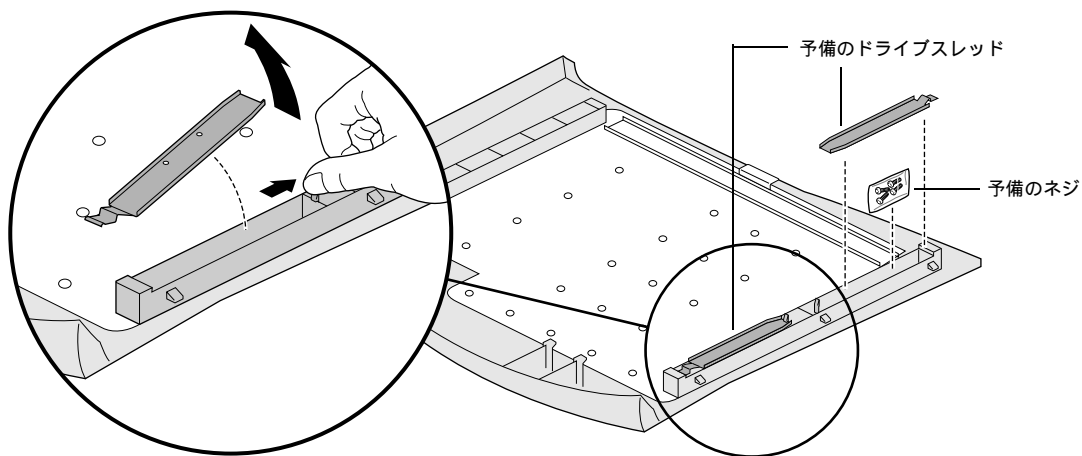

図 4-2 サイドパネルからのスレッドの取り外し
- ドライブを交換しない場合は、サイドパネルからスレッドを2本取り外します。さらに、サイドパネルの右下端から予備のネジも取り外します（図4-2）。
6. ドライブを再び取り付けない場合は、スレッドを取り外して、システムのサイドカバー内側に保管します（図 4-2 参照）。別のドライブを取り付ける場合には、新しいドライブにこのスレッドを取り付けます。詳細な手順については、33 ページの「リムーバブルドライブの取り付け」を参照してください。
8. サイドパネルの内側にあるネジ袋から、4 本のネジを取り外します (図 4-2 を参照)。